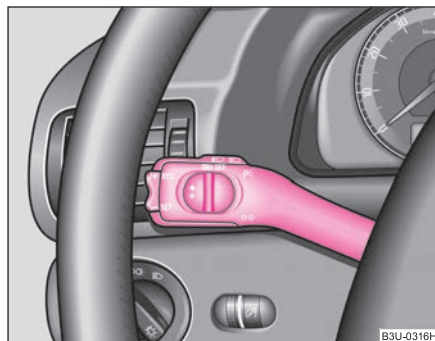

Fig. 40 La palanca de luz intermitente y luz de carretera
- Presione la palanca de la luz de carretera hacia adelante para conectar la luz de carretera ⇒ página 63, fig. 40.
- Presione la palanca hacia arriba o hacia abajo ⇒ fig. 40.